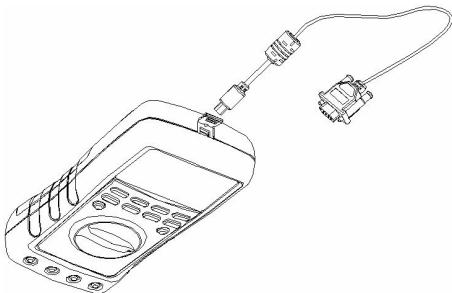

图 4-1 仪表与 PC 机连接
- 1、 用随机附带的 RS232 专用通信线将仪表和 PC 机连接好（参见图 4-1），并打开 PC 机上的 VC232 通信软件（参见“通信”一节）。